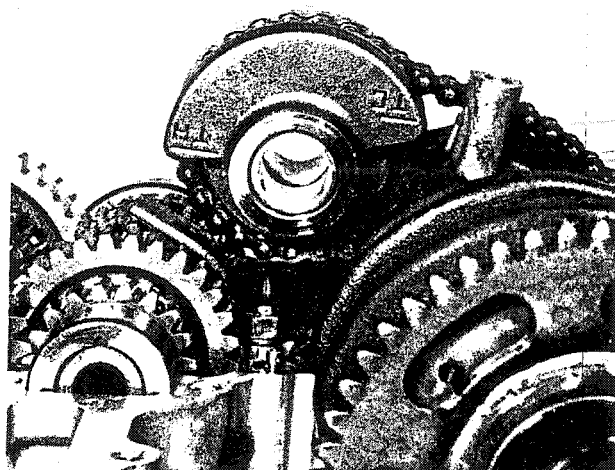

Bild 108
- Das hintere Ausgleichsgewicht anheben und die Achse einschieben. Nun ist die Stellung der Ausgleichsgewichte nach Bild 103 zu überprüfen. Falls das hintere Ausgleichsgewicht falsch ausgerichtet ist, muss die Achse herausgezogen und das Gewicht um die entsprechende Zähnezah gegen die Kette gedreht werden (Bild 108). Dann ist die Achse wieder einzusetzen und die Einstellung nochmals zu überprüfen.